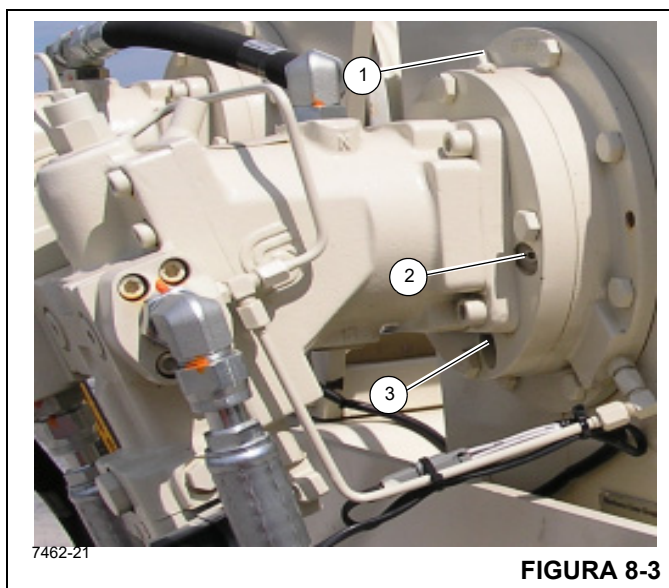

FIGURA 8-3
Para verificar o óleo do freio do guincho, remova o bujão de inspeção (2, Figura 8-3) e inspecione visualmente o nível do óleo. O fluido deve estar nivelado com a parte inferior do furo de inspeção. Se mais fluido for necessário, adicione através do respiro e do furo do bujão de enchimento de óleo do freio até que o óleo esteja no nível inferior do furo de inspeção (1).
Para drenar e adicionar óleo novo, remova o bujão de dreno (3, Figura 8-3), o bujão de inspeção (2) e o bujão de respiro (1) e drene o óleo hidráulico. Reinstale o bujão de dreno (3) e adicione fluido no furo de inspeção (2) até que o óleo esteja no nível inferior do furo de inspeção. Instale o bujão de inspe-
O óleo nas seções da caixa de engrenagens e do freio deve ser trocado após as primeiras 50 horas de operação e a cada 1.000 horas ou 6 meses de uso. O óleo da caixa de engrenagens é drenado removendo-se o bужão do dreno e a ventilação (consulte a Figura 8-3).